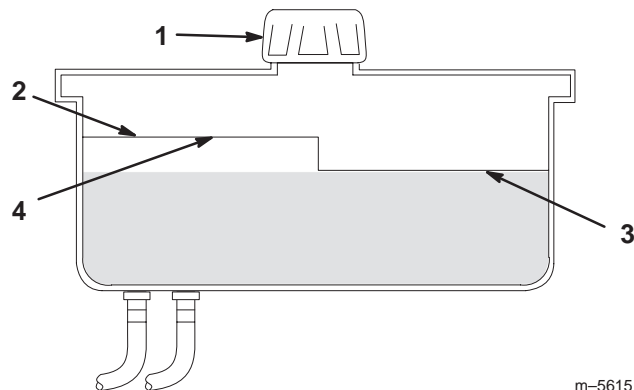

Figure 52
2. Nettoyez la surface autour du goulot de remplissage du réservoir hydraulique (Fig. 52).
3. Enlevez le bouchon du goulot de remplissage et vérifiez si le réservoir contient du liquide (Fig. 52).
Remarque : Lorsque le liquide est chaud, le niveau doit atteindre le haut du repère **à chaud** sur le déflecteur (Fig. 52).